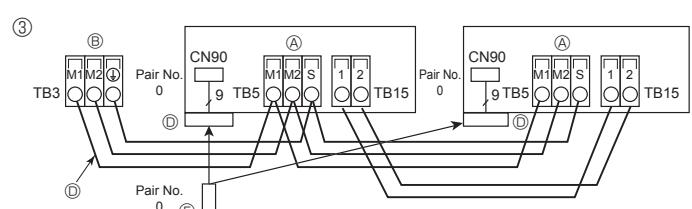

Fig. 6-5
③ Télécommande sans fil (lors de l'installation du récepteur de signal sans fil) (Fig. 6-5)